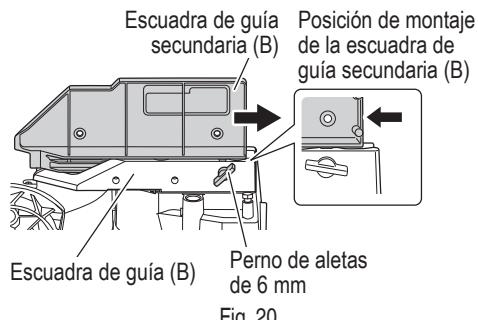

Fig. 20
Cuando corte en bisel hacia la izquierda, afloje el perno de aletas de 6 mm, luego deslice la guía auxiliar (B) hacia afuera, como se indica en la Fig. 20.
En el caso del corte en ángulo directo y el corte en ángulo a bisel derecho, deslice hacia adentro hasta alcanzar la posición donde la escuadra de guía secundaria (B) hace tope y fíjela con un perno de aletas de 6 mm. (como se muestra en la Fig. 20).
Cuando cambie el ajuste, rote los tornillos de fijación de 8 mm para cambiar su altura (Fig. 21-a, Fig. 21-b). Al cambiar el ángulo a bisel izquierdo de 45°, afloje el perno de aletas de 6 mm mostrado en la Fig. 20, deslice la escuadra de guía secundaria (B) hacia afuera e incline el cabezal del motor hacia la izquierda.